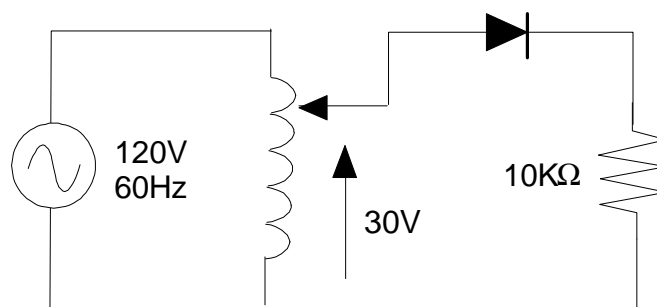

Figura 2.4
6. En el circuito de la figura 2.4. Determinar cual es la forma de la señal entre los bornes de la carga $R_L=10k\Omega$, calcular además el valor eficaz de la señal. ¿Cual es el factor de corrección que hay que aplicar si se va a medir con un instrumento DC con rectificador de onda completa?. Si se dispone de un variac y dos diodos, ¿cómo sería el circuito para obtener doble rectificación positiva (rectificación en onda completa)?. Explique.
Armar el circuito de la figura 2.4 y ajustar la salida del variac hasta obtener una tensión 30V. Medir la tensión entre los bornes de la carga $R_L = 10k\Omega$ con el voltímetro electrónico y el de hierro móvil; comparar los resultados obtenidos con los resultados teóricos. ¿Que medida se debe corregir y porqué?. Observar la forma de onda sobre la resistencia. Observar la tensión de la señal complementaria (señal sobre el diodo) conectando ambas puntas del osciloscopio en los sitios apropiados, consulte con el profesor ó preparador antes de energizar. (¡Tenga cuidado con la conexión a tierra!). Dibuje todas las señales observadas.